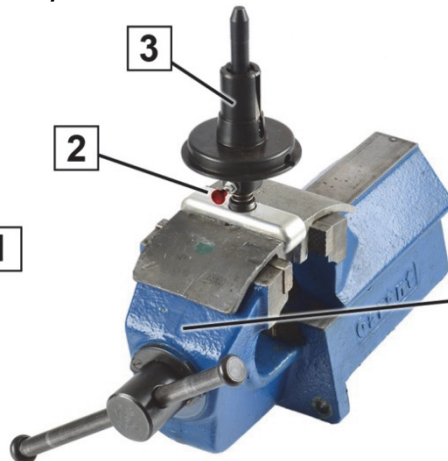

Fig. 2: Apertar ferramenta especial
2. Apertar a ferramenta especial (3) no torno (5) (fig. 2).